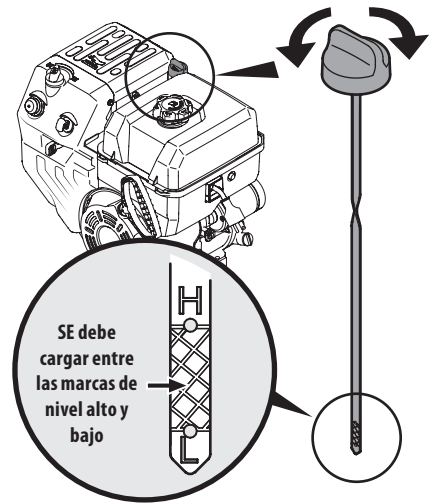

Figura 3-2
- Mantenga el nivel de aceite entre las marcas "F (lleno)" y "L (agregar)" de la varilla de medición del nivel. Vea la "Figura 3-2".
- Retire el tapón de llenado/varilla de medición de aceite y limpie bien la varilla. Vea la "Figura 3-2".
- Saque el tapón / la varilla de medición de aceite. Si el nivel es bajo, agregue lentamente aceite hasta que el nivel registrado esté en un punto intermedio entre alto (H) y bajo (L), "Figura 3-2".